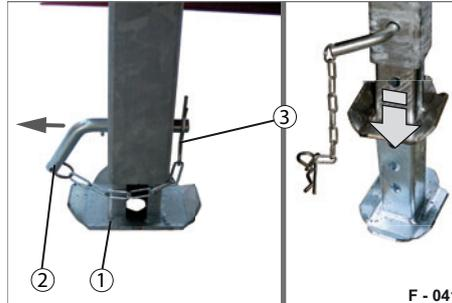

Abb. 52 Stellfuß verstellen
▶ Ziehen Sie den Federstecker (Abb. 52/3) aus dem Steckbolzen (Abb. 52/2) heraus.
▶ Ziehen Sie den Steckbolzen (Abb. 52/2) heraus.
▶ Verstellen Sie den Stellfuß (Abb. 52/1) soweit nach unten bis dieser noch in weiterer Bohrung arretiert werden kann.
- ▶ Stellen Sie den Stellfuß (Abb. 52/1) hoch und sichern Sie diesen mit dem Steckbolzen (Abb. 52/2) und Federstecker (Abb. 52/3).